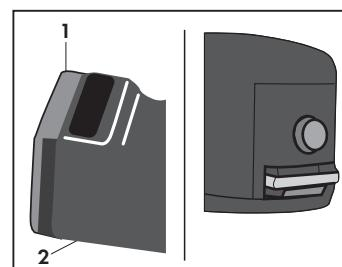

Fig. 9
- Fermer le volet (1) de la prise des accessoires (Q) sur le corps de la fixation rapide (2) en vous assurant que les deux éléments s'accrochent (**Fig. 9**).